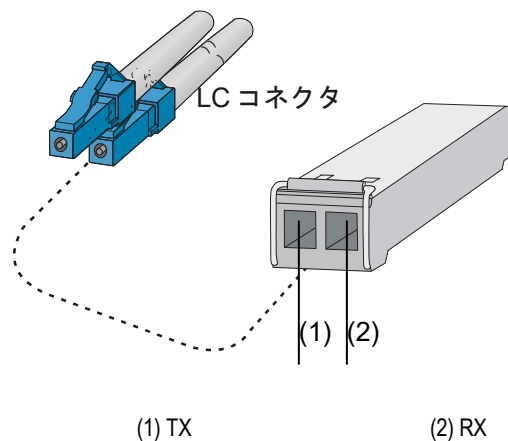

図 3-26 SFP トランシーバモジュール
- 3) 図 3-26に示すように、ラッチが固定されたことを示すクリック音があるまで、コネクタに光ファイバケーブルを挿入してください。